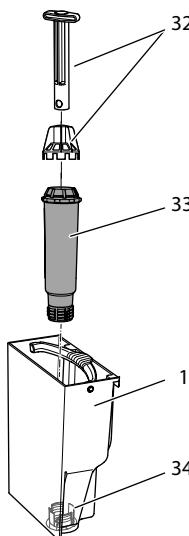

Fig. 19: Enroscar/desenroscar el filtro de agua
- Retire el filtro de agua (véase Fig. 19 en la página 170).
9. Coloque un filtro nuevo dentro del depósito de agua (véase Fig. 19).
3. Retire el filtro de agua (véase Fig. 19).